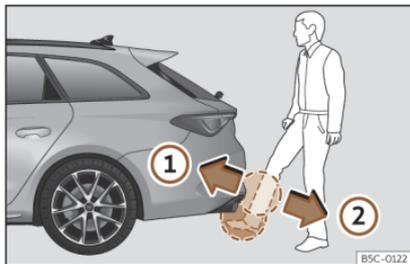

Fig. 89 Portón del maletero con apertura controlada por sensor (Easy Open).
- Con un movimiento rápido, acerque un pie y la parte inferior de la pierna lo más posible al paragolpes. La parte inferior de la pierna tiene que acercarse a la zona del sensor superior, y el pie, a la zona del sensor inferior >>> fig. 89 ①.
- Retire rápidamente el pie y la parte inferior de la pierna de las zonas de los sensores >>> fig. 89 ②. El portón trasero se abre automáticamente.